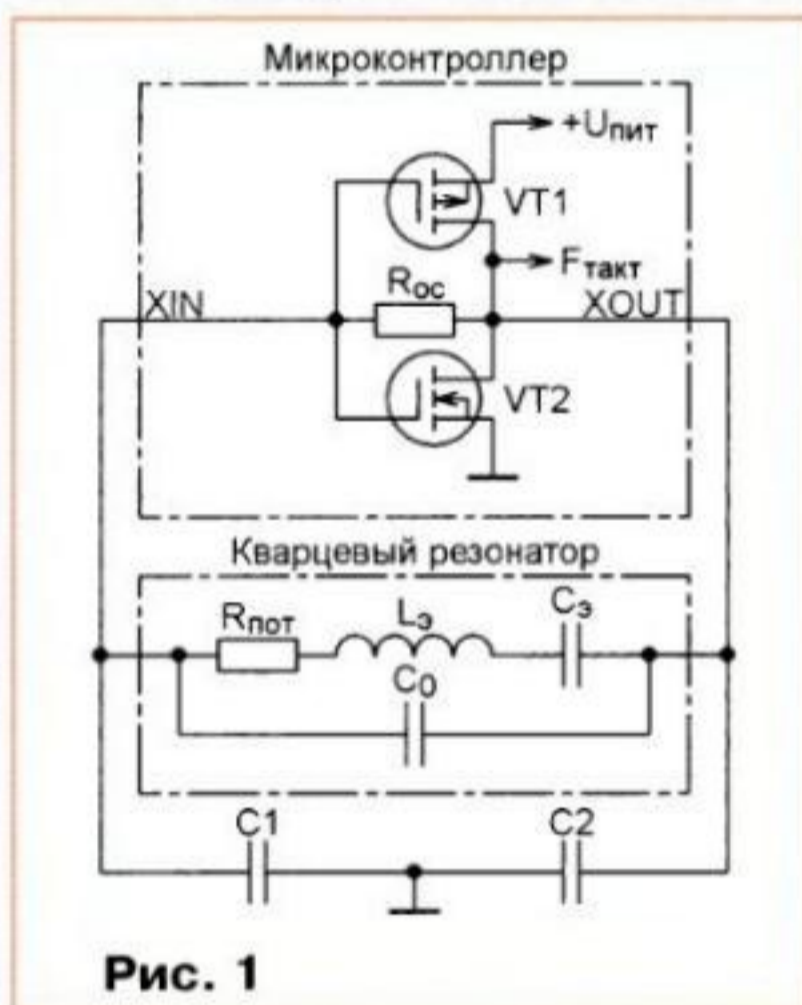

Рис. 1
**1** ● Ответ — 1. Наиболее распространённая схема внутреннего устройства тактового генератора микроконтроллера с внешним кварцевым резонатором изображена на рис. 1. Подобную схему можно найти в [1]. Транзисторы VT1 и VT2 образуют двухтактный инвертирующий усилитель, охваченный отрицательной обратной связью через резистор  $R_{oc}$ . Кварцевый резонатор включён между его выходом и входом. Здесь он представлен эквивалентным последовательным колебательным контуром  $L_3C_3$  и сопротивлением потерь  $R_{пот}$ . Паразитная ёмкость,
кварцевого генератора, выведя рабочую точку усилителя на линейный участок передаточной характеристики. Его устанавливают в тех случаях, когда внутренний резистор  $R_{oc}$  (рис. 1) в микроконтроллере отсутствует. Причина отсутствия внутреннего резистора чаще всего в том, что для того чтобы не шунтировать резонатор (особенно низкочастотный), его сопротивление должно быть очень большим. А высокоомные резисторы занимают на кристалле микросхемы слишком много места. О необходимости установки резистора  $R_1$  и его рекомендованном сопротивлении обычно сказано в документации на микроконтроллер конкретного типа.